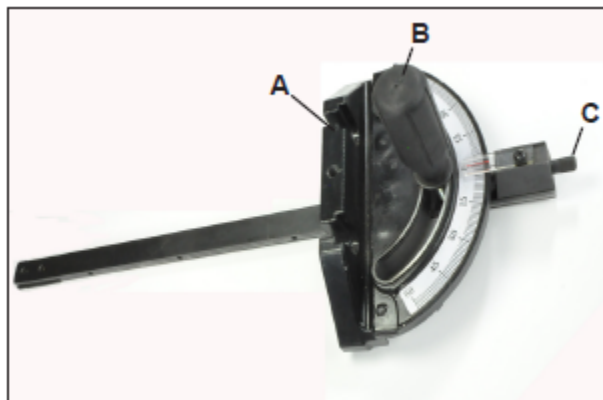

Рис. 36
2. Для поворота корпуса приспособления для пиления под углом (рис. 36, А) ослабить рукоятку (рис. 36, В) и вытянуть шток (рис. 36, С), затем повернуть корпус приспособления на требуемый угол и затянуть рукоятку.
3. Для поворота к следующему ограничителю вытянуть шток (рис. 36, С), повернуть корпус приспособления, затем вставить шток обратно и продолжить вращение корпуса приспособления до упора на следующем ограничителе.